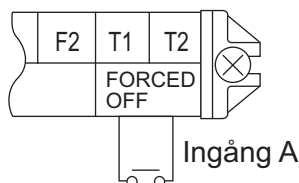

Bild 32
(1) Kabelspecifikationer och hur kabeldragning ska göras (se bild 32)